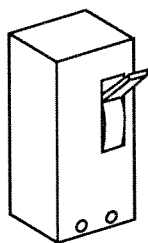

Рис. 22.2.
- автоматические выключатели АЕ10 на 16 А; 25 А 250 В (рис. 22.2).